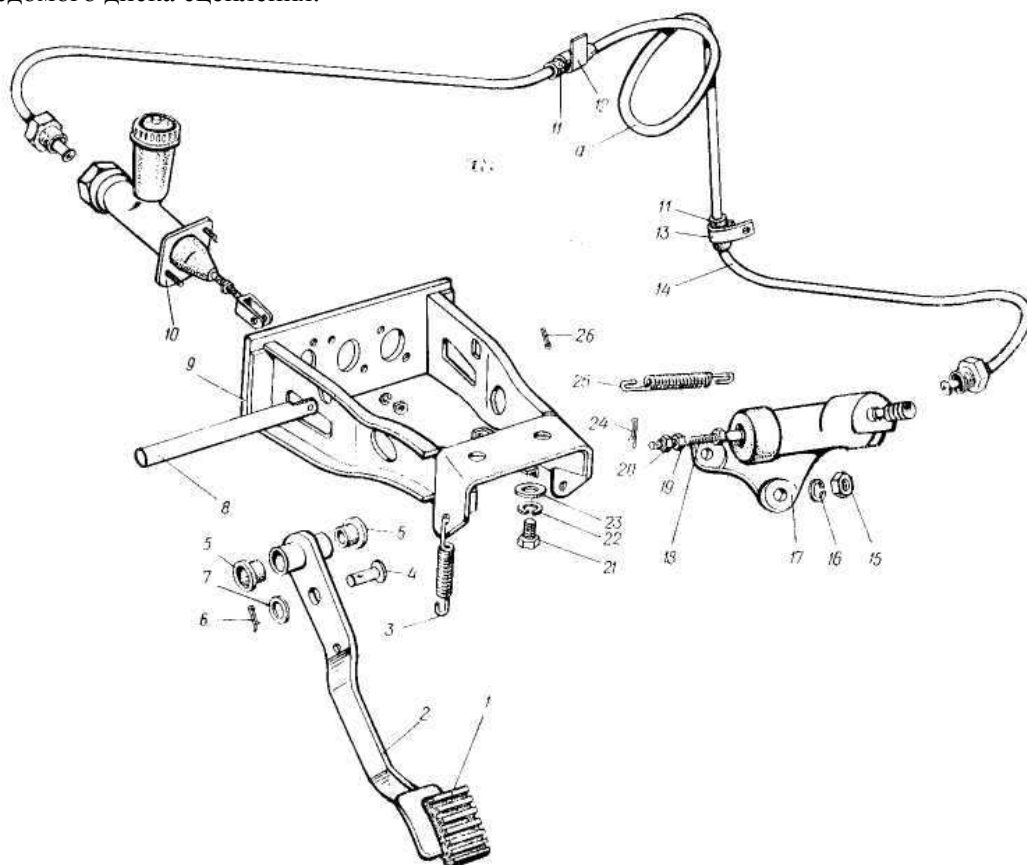
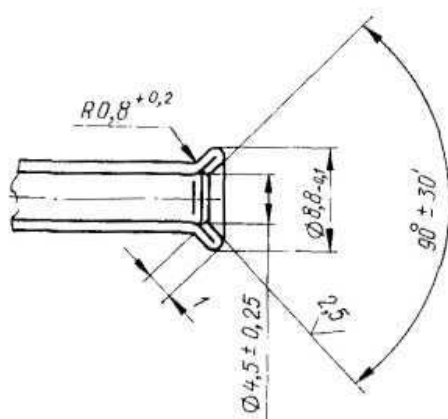

Рис. 107. Привод выключения сцепления:
Рис. 108. Развальцовка концов соединительной трубки
Привод выключения сцепления. На автомобиле применён гидравлический привод выключения сцепления. Педаль 2 (рис. 107) с запрессованными пластмассовыми втулками 5 установлена на общей с педалью тормоза оси 8. Ось установлена на общем для главного цилиндра сцепления 10 и цилиндров тормозов кронштейне 9. Силовой агрегат на автомобиле подвешен на амортизационных опорах и, следовательно, в пределах эксплуатационной деформации опор совершает пространственные колебания по отношению к кузову. В этой связи для предотвращения облома трубка 14 привода скобкой 12 закреплена к кузову и скобкой 13 к поперечине передней опоры силового агрегата и между этими опорными точками имеет компенсационный виток *а*. Трубка — стальная оцинкованная Ø6 мм и толщиной стенки 0,7 мм. Развальцовка концов трубки показана на рис. 108.
- оттяжная пружина 3 (рис. 107) педали должна удерживать педаль в верхнем крайнем положении;
- оттяжная пружина 25 (рис. 107) вилки выключения сцепления должна чётко возвращать поршень цилиндра привода выключения сцепления в его исходное положение.